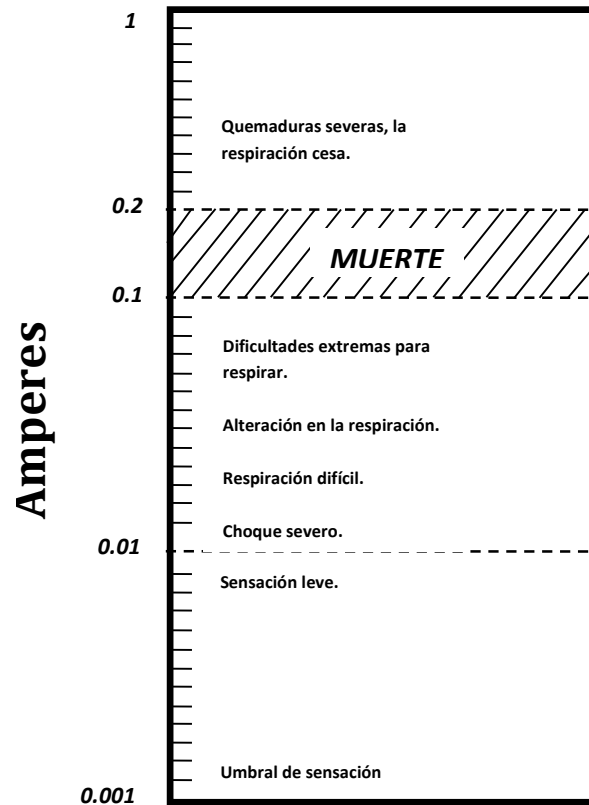

Figura 1.- Efectos fisiológicos de las corrientes eléctricas.
1. **Choques eléctricos.-** Los efectos fisiológicos de las corrientes eléctricas generalmente pueden predecirse según la figura 1. Note que lo que hace daño es la **corriente**. Las corrientes superiores a 100 mili amperes o sea, sólo un décimo de ampere, son fatales. Un trabajador que ha entrado en contacto con corrientes superiores a 200 miliamperes puede sobrevivir si se le da tratamiento rápido. Las corrientes inferiores a 100 miliamperes pueden tener efectos serios o dolorosos. Una regla de seguridad es **no se coloque en una posición en la que pueda sufrir alguna clase de choque eléctrico**.